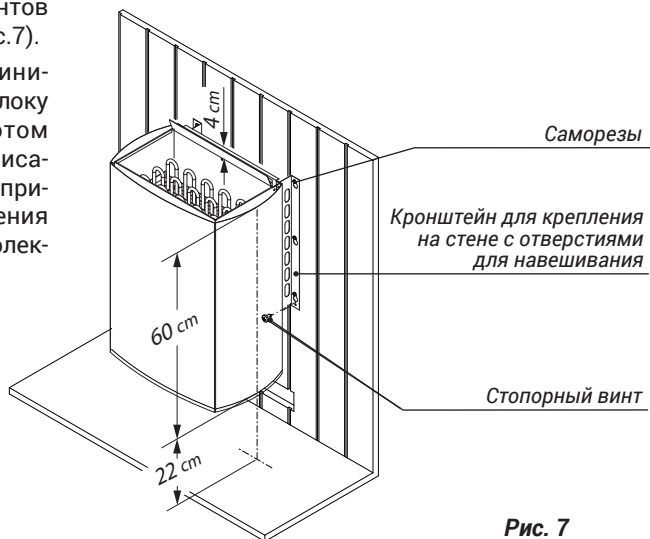

Рис. 7
- Электроподключение согласно рис. 7 и примеру подключения.
- Теперь вы можете повесить нагревательный прибор, вставив вкрученные в стенку кабины винты в отверстия в кронштейнах, и затем зафиксировать его с помощью двух стопорных винтов в кронштейнах (Рис. 7).